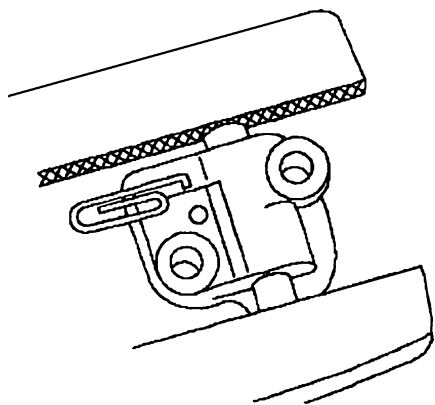

图 11-25 固定张紧器柱塞
11) 用类似曲别针的工具，固定住左侧正时链条张紧器柱塞，如图 11-25 所示。